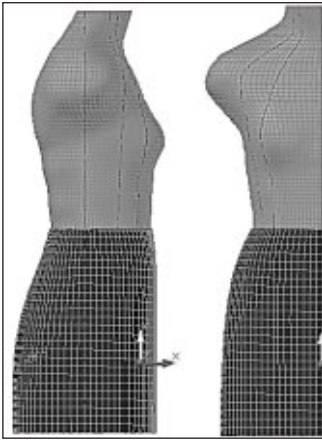

Рис. 6
**Шаг 5.** Командой «построение поверхности» строим поверхность передней половины юбки, проходящую через все опорные линии. На Рис. 6 показана готовая 3D-модель прямой юбки.